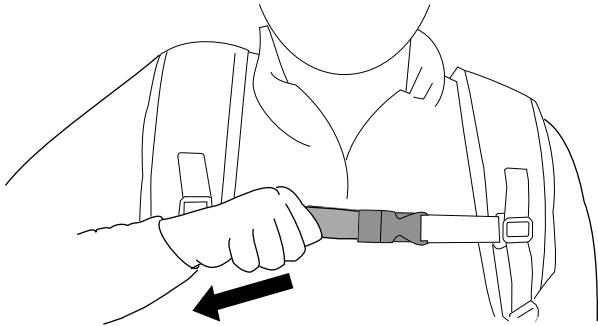

Figura 7
4. Apriete la correa pectoral hasta que quede ajustada (Figura 7).